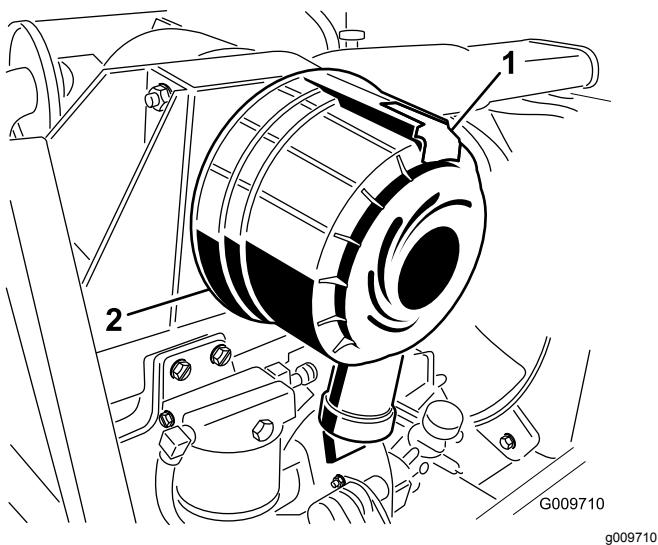

図27
1. ラッチを引いて外し、カバーを左にひねってボディーからはずす図27。